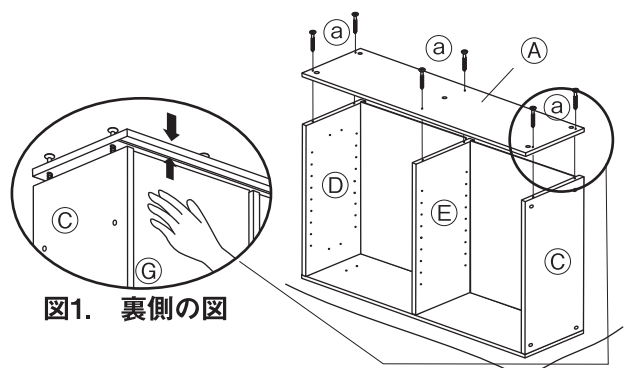

図1. 裏側の図
その際、木ネジを最後まで締めず、⑬側板長を少し浮かした状態でとめておき、図1のように全ての背板が側板の溝に入るように調整します。それから全ての背板が側板の溝に入ったことを確認した上で木ネジを締めてください。